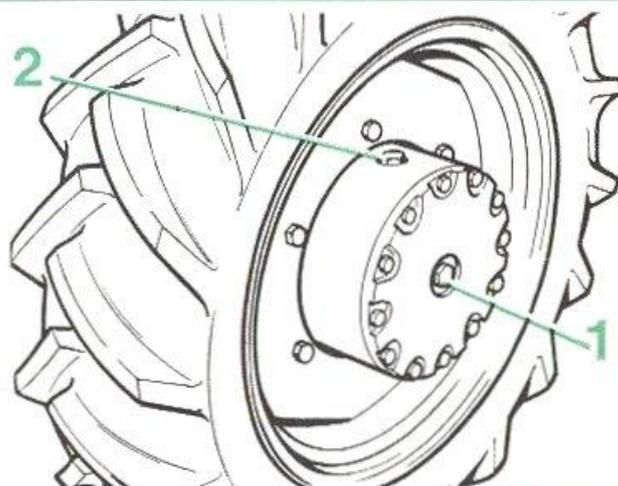

FIG. 7
Après avoir fait tourner le réducteur de façon à maintenir le bouchon (2) en position haute (fig. 7), faire le plein à l'aide de 1,75 litre d'huile **FIAT AMBRA 20 W-40** ou **MOBILAND UNIVERSAL** ; l'huile doit affleurer au niveau de l'orifice central.